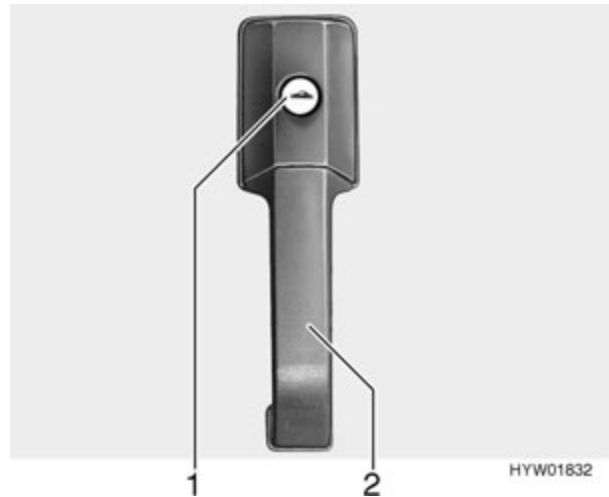
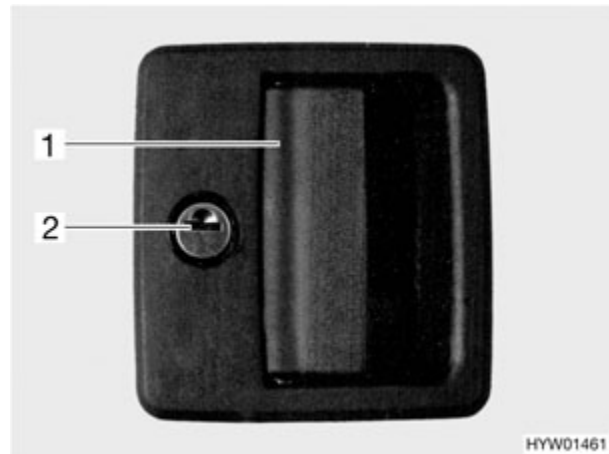

Fig. 21 Cerradura de la puerta, exterior (variante 1)
Fig. 22 Cerradura de la puerta, exterior (variante 2)
- Introducir la llave en el cilindro de cierre (Fig. 21,1 o Fig. 22,2) y girar en sentido de las agujas del reloj hasta que esté desbloqueada la cerradura de la puerta.
- Abrir la puerta tirando del tirador de la puerta (Fig. 21,2 o Fig. 22,1).
- Introducir la llave en el cilindro de cierre (Fig. 21,1 o Fig. 22,2) y girarla en sentido contrario a las agujas del reloj hasta que se cierre la cerradura de la puerta.